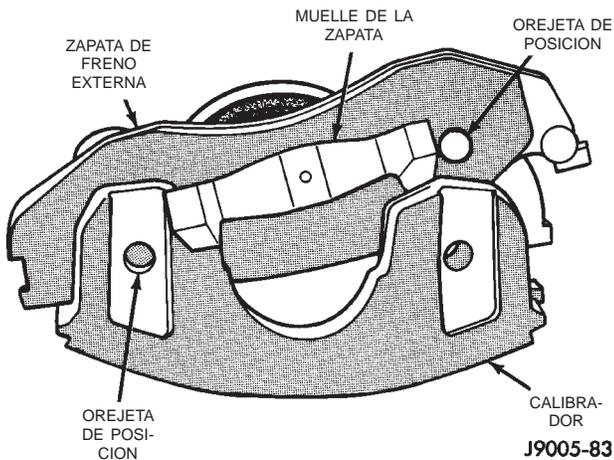

Fig. 31 Desmontaje de zapata de freno externa
- (1) Eleve y apoye el vehículo.
- (2) Retire el conjunto de rueda y neumático.
- (3) Retire el calibrador.
- (4) Oprima un extremo de la zapata externa hacia adentro a fin de desenganchar la orejeta de la misma. A continuación, gire la zapata hacia arriba hasta que el muelle de retención se separe del calibrador. Oprima el extremo opuesto de la zapata hacia adentro para desenganchar la orejeta de la misma y gire la zapata hacia arriba para extraerla del calibrador (Fig. 31).